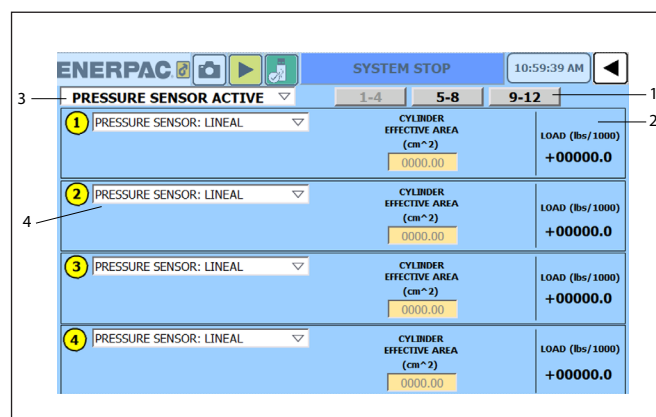

Abbildung 24: Detail des Bildschirms Zylinderlast-Sensor
- „Pressure Sensor: Lineal“ (Drucksensor: Linear): Eine andere Möglichkeit zur Messung des Lastgewichts sind Drucksensoren. Für die Berechnung wird die wirksame Fläche des Zylinders benötigt. Für eine detaillierte Ansicht dieses Modus siehe Abbildung 24.